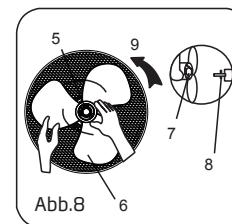

Abb.8
- Setzen Sie das Blatt in die Welle ein und vergewissern Sie sich, dass der Stift der Rotorwelle in der Nut des Blattes sitzt. Drehen Sie den Spinner gegen den Uhrzeigersinn, um die Klinge anzuziehen. (Abb. 8)